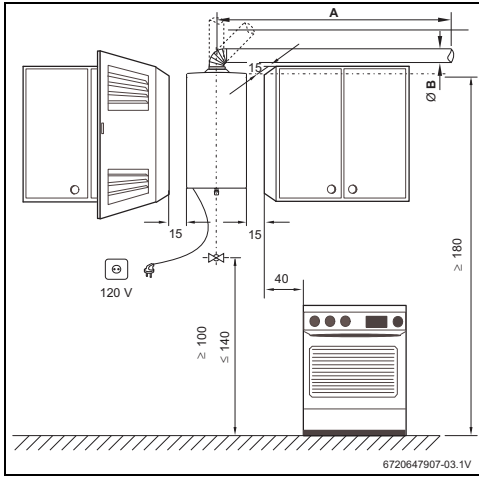

Fig. 11 Separaciones mínimas (en cm)
- Asegurar la accesibilidad en los trabajos de mantenimiento respetando las separaciones mínimas indicadas en la Fig. 11.